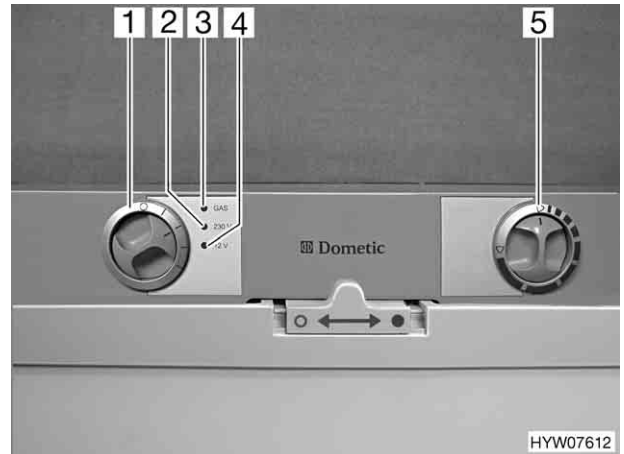

Fig. 135 Boutons de commande pour le réfrigérateur
- Placer le sélecteur de source d'énergie (Fig. 135,1) sur "GAS".
- Régler le bouton tournant (Fig. 135,5) sur la puissance maximale. L'arrivée de gaz est ouverte. L'allumage s'effectue de manière automatique. Un tic-tac est distinctement perceptible jusqu'à ce que la procédure d'allumage soit effectuée avec succès. Le voyant de contrôle "GAS" jaune (Fig. 135,3) s'allume.
- Placer le sélecteur de source d'énergie (Fig. 135,1) sur "O". Le réfrigérateur est coupé.
- Placer le sélecteur de source d'énergie (Fig. 135,1) sur "230 V". Le voyant de contrôle "230 V" vert (Fig. 135,2) s'allume.
- Régler la température avec le bouton tournant (Fig. 135,5).
- Placer le sélecteur de source d'énergie (Fig. 135,1) sur "12 V". Le voyant de contrôle "12 V" vert (Fig. 135,4) s'allume.